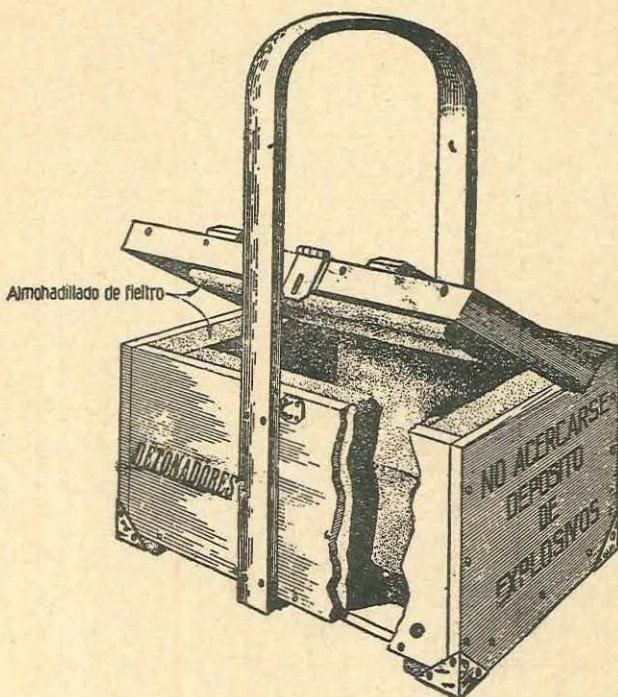

Fig. 3
- 11.—*Se llevarán los detonadores eléctricos solamente en el depósito portátil para transportar detonadores eléctricos.* Este depósito consiste en una caja de madera fuerte con tapadera y asa (fig. 3).